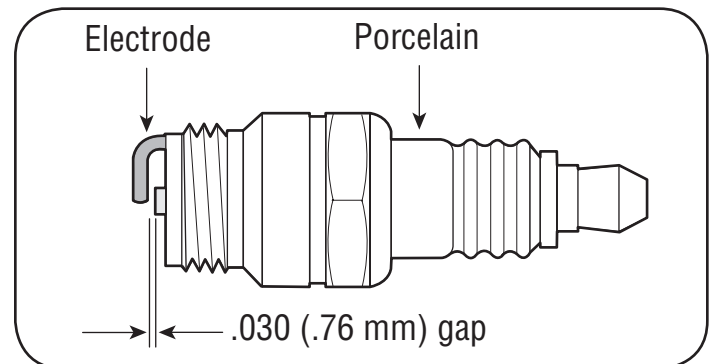

Figure 11
- Quite e inspeccione la bujía. Compruebe el hueco para asegurarse que es puesto en .030". Vea la Figure 11.